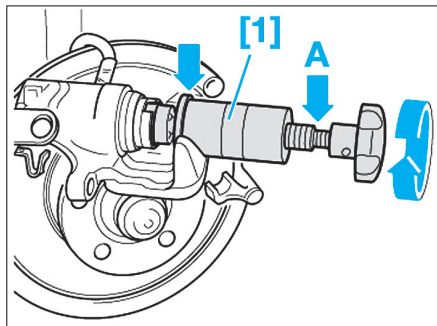

Fig. 18
- Mettre en place l'outil [1] afin que le collet (flèche) de l'outil porte sur l'étrier de frein (Fig.18).